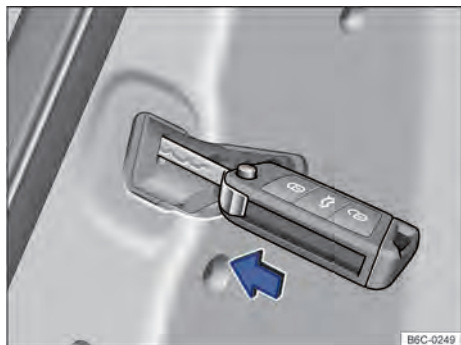

Fig. 56 Nas portas, dianteira direita e traseiras: travamento de emergência do veículo com a haste metálica da chave.
- Inserir a haste metálica da chave na fenda → Fig. 56 e pressionar.